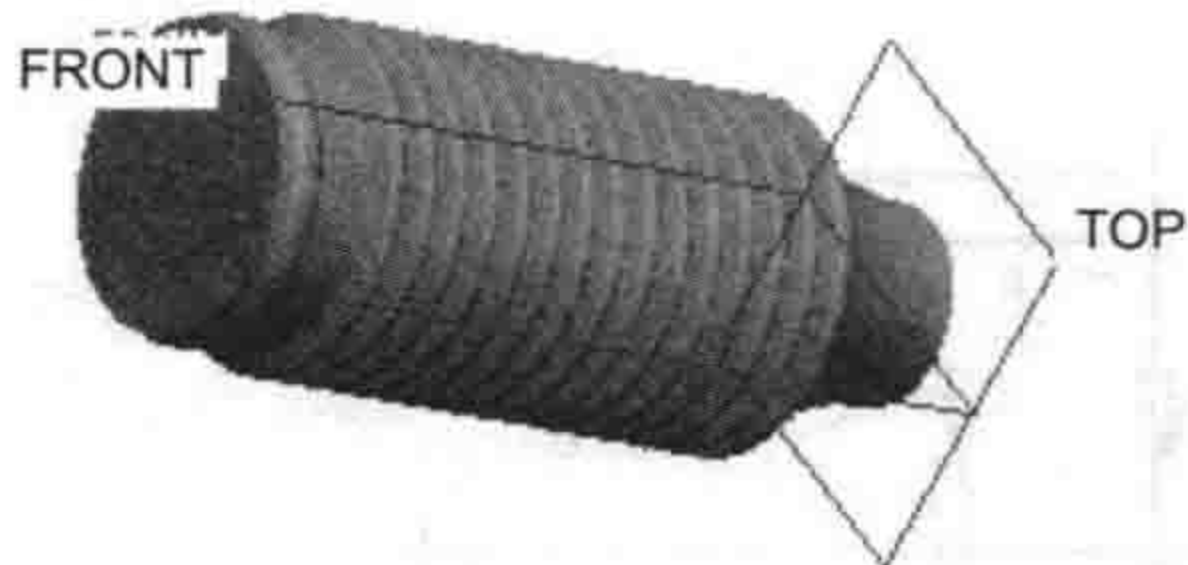
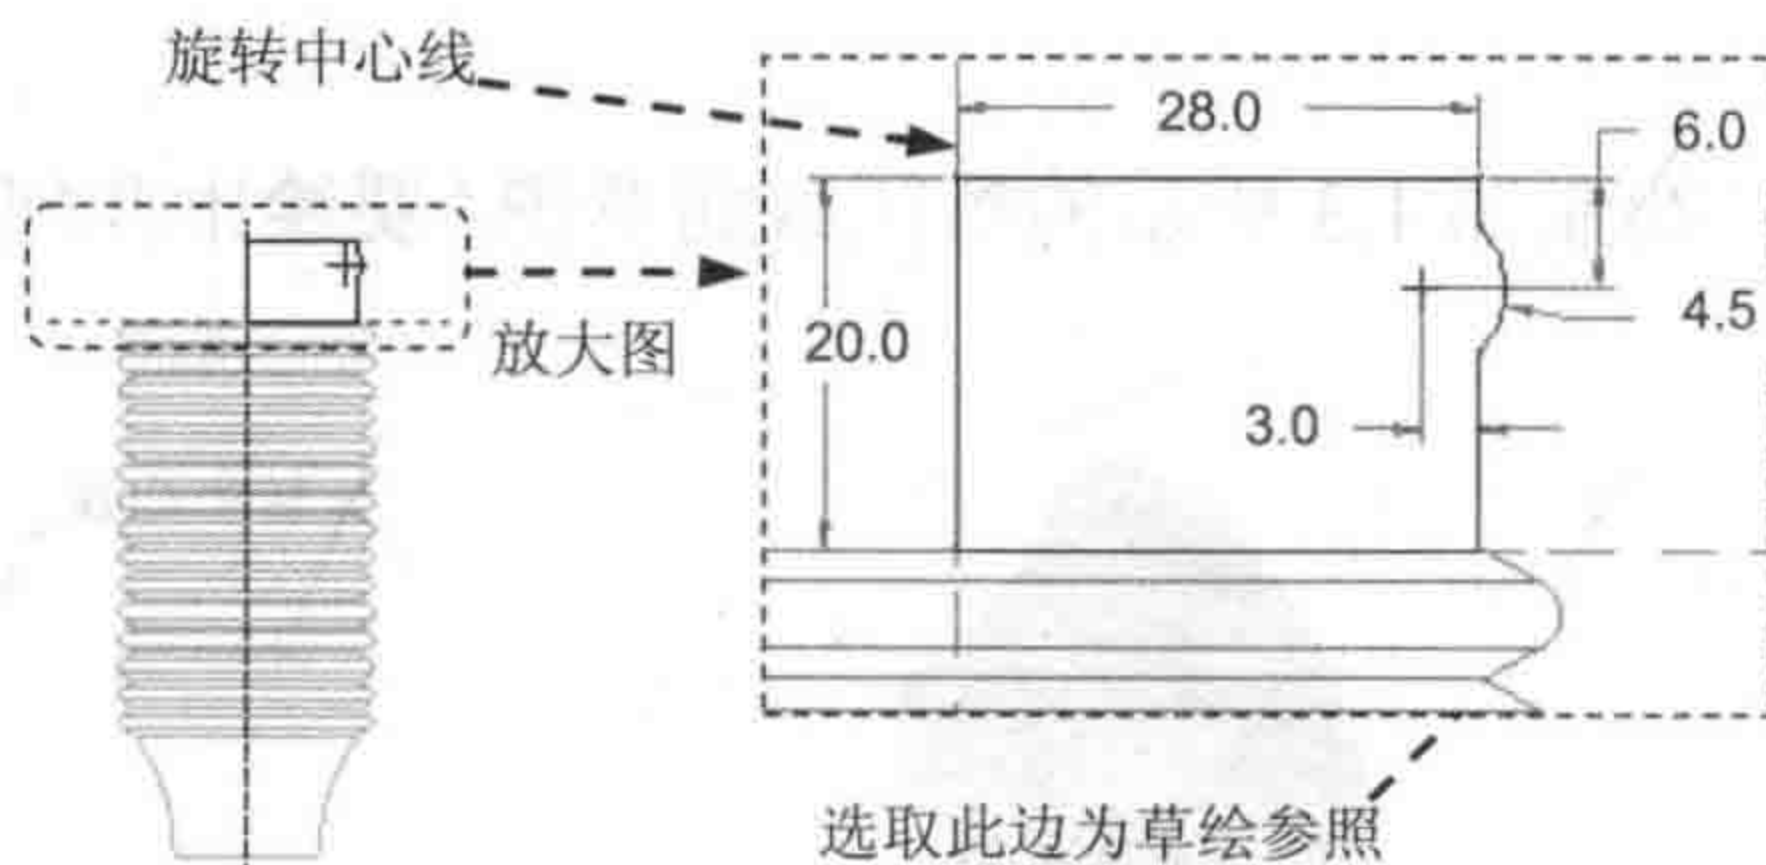

图 1.7 旋转 3
图 1.8 截面草图
(1) 在模型树中单击 Step3 中创建的旋转特征, 再右击, 从快捷菜单中选择 **阵列...** 命令。
(2) 选取阵列类型。在操控板的 **选项** 界面中选中 **一般**。
(3) 选择阵列控制方式, 在操控板中选择以“方向”方式控制阵列。
(4) 给出增量(间距)、阵列个数。选取 TOP 基准平面, 在操控板中输入阵列个数 15, 设置增量(间距)值 7.0, 按 Enter 键。
(5) 在操控板中单击“完成”按钮.
Step5. 创建图 1.7 所示的旋转特征——旋转 3。选择下拉菜单 **插入(I)**  **旋转(R)...** 命令; 选取 FRONT 基准平面为草绘平面、TOP 基准平面为参照平面, 方向为 **顶**; 旋转中心线和特征截面草图如图 1.8 所示; 旋转类型为, 旋转角度值为 360.0。